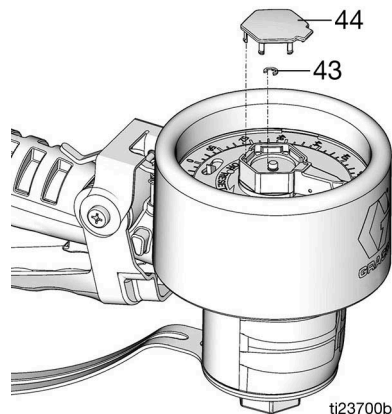

FIG. 26
2. Retire la tapa (44) y el anillo pequeño de retención (43) (FIG. 26).